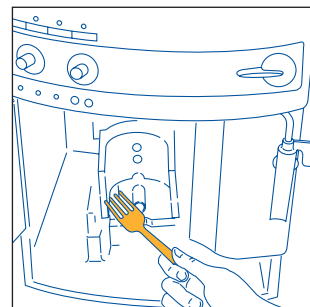

Abb.30
- Das Maschineninnere sorgfältig reinigen. Die Kaffeeverkrustungen innerhalb der Kaffeemaschine mit einer Holz- oder Plastikgabel abkratzen (Abb. 30), und dann mit einem Staubsauger alle Rückstände absaugen (Abb. 31);